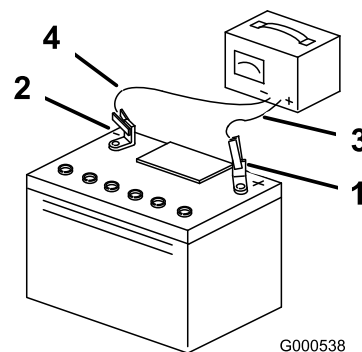

Figura 36
3. Cuando la batería esté completamente cargada, desconecte el cargador de la toma de electricidad, luego desconecte los cables del cargador de los bornes de la batería (Figura 36).